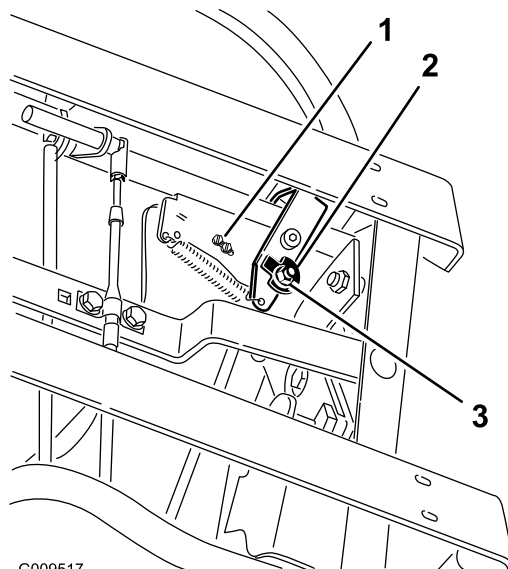
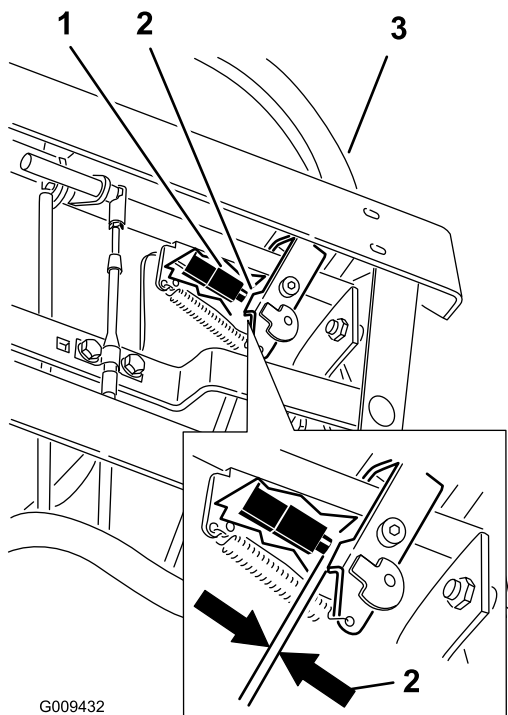

Figura 68
Figura 69
7. Afloje la tuerca y el perno que sujetan la leva (Figura 68).
10. Compruebe la distancia entre la palanca de control y el interruptor, según se muestra en Figura 69. La distancia debe ser de 3 mm (1/8 pulgada) con la palanca de control de movimiento derecha en la posición de punto muerto sin bloquear.
11. Si es necesario, afloje los tornillos que sujetan el interruptor, y ajuste el interruptor (Figura 68 y Figura 69).